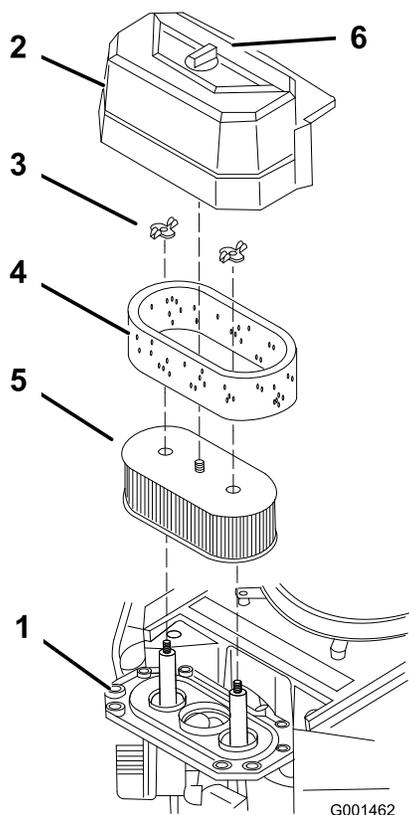

Figura 38
3. Limpie alrededor del limpiador de aire de forma que la suciedad no penetre en el motor y cause daños (Figura 38).
4. Desenrosque el pomo de la cubierta y retire la cubierta del limpiador de aire (Figura 38).
5. Desenrosque las tuercas de orejeta y retire el conjunto del limpiador de aire (Figura 38).
6. Retire cuidadosamente el filtro de gomaespuma del filtro de papel (Figura 38).
1. No limpie el filtro de papel, cámbielo (Figura 38).
1. Deslice cuidadosamente el filtro de gomaespuma sobre el filtro de papel (Figura 38).
2. Coloque el conjunto del limpiador de aire sobre la base del limpiador de aire y fíjelo con 2 tuercas de orejeta (Figura 38).
3. Coloque en su posición la cubierta del limpiador de aire y apriete el pomo de la cubierta (Figura 38).